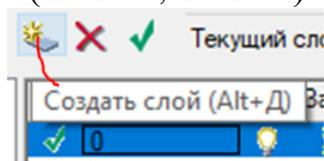

Рис. 4.4 Команда діалогового вікна створення нового шару
**Создать слой**. Для створення нового шару необхідно в діалоговому вікні **Диспетчер свойств слоев** активізувати команду **Создать слой** (рис. 4.4).